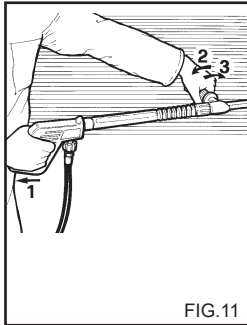
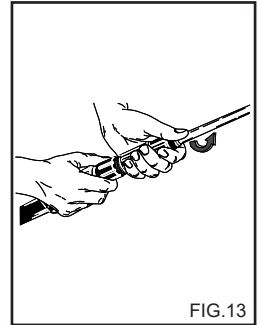

FIG.11
FIG.13
USO DE LA LANZA DOBLE (accesorio opcional) (Fig. 11).
2) Quite la prolongación de la empuñadura e introduzca la lanza doble o la lanza con boquilla regulable (fig.13), accione la hidrolimpiadora, active el mando de aspiración del detergente presente en la lanza (fig. 11, 12) y recubra la superficie a lavar con un movimiento de abajo hacia arriba. Deje actuar durante unos minutos.